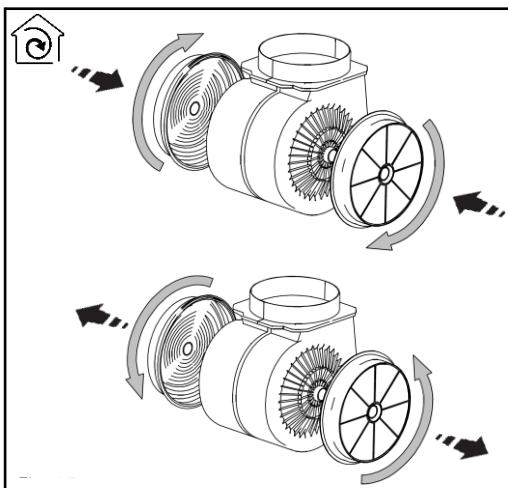
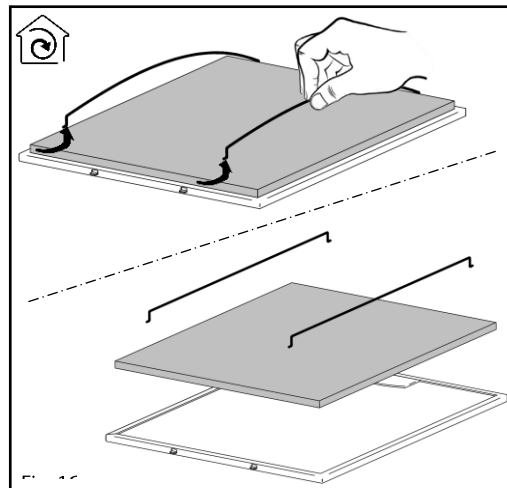

FIG. 15
FIG. 16
### **Modo RECIRCULAÇÃO (fig. 15 – 16)**
- APENAS PARA VERSÃO FILTRANTE: ATENÇÃO - para a versão FILTRANTE existe a ÚNICA configuração com tubo de 90° e não é necessário utilizar o tubo flexível no interior - monte o acessório filtrante perfurado (FIG.17 - NÃO FORNECIDO) e fixe à curva e à parede como descrito no ponto anterior (FIG. 11-12-13); retire o filtro de alumínio do painel de gorduras (Figura 14) e insira os filtros de carvão (FIG.15) diretamente no ventilador, ou tipo LONG-LIFE (FIG.16), no filtro de gorduras (AMBAS AS TIPOLOGIAS NÃO FORNECIDAS NO FORNECIMENTO).